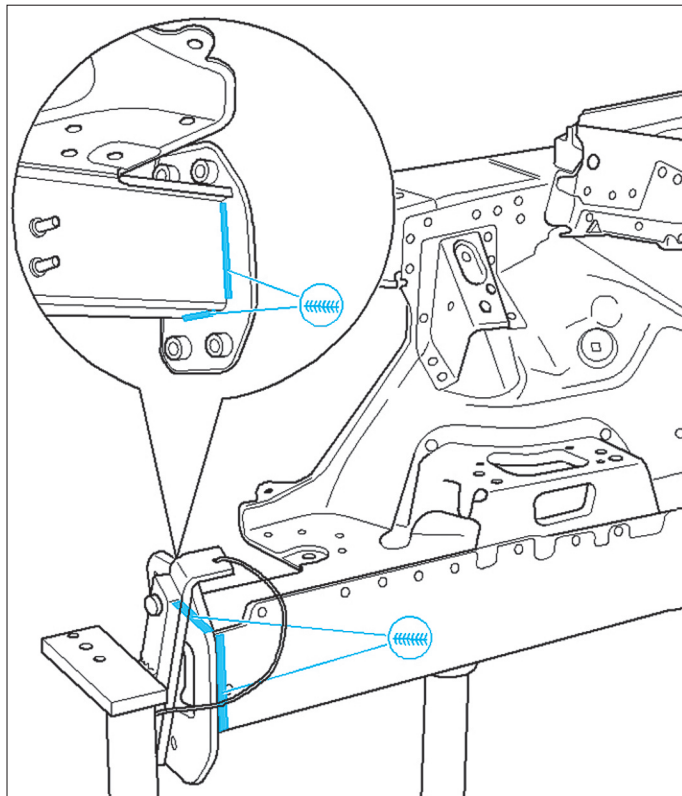

FIG. 13
- Souder la tôle de fermeture (Fig.13).